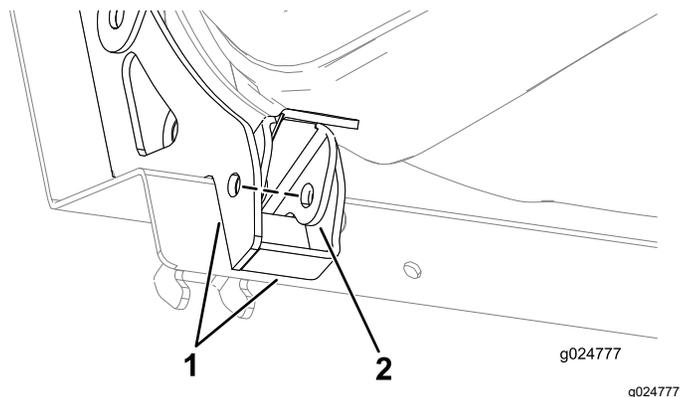

Figura 22
- 5. Allineate i fori nel fermo con i fori nei raccordi del sedile (Figura 22).